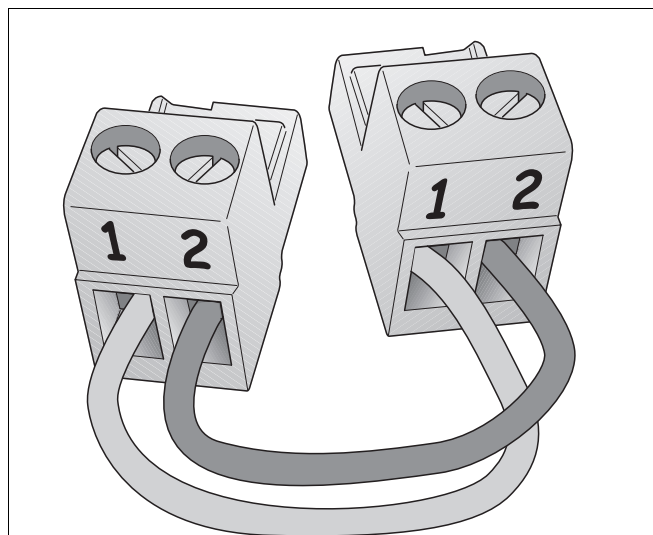

Fig. 46 Polariteit UBA 3-bus
- Indien meerdere modules worden toegepast, dan kan de UBA 3-busaansluiting van de volgende module van de vorige module worden afgetakt met behulp van het bij de module meegeleverde stekkertje en een tweepolige elektriciteitskabel van 0,4 – 0,75 mm² (→ fig. 46).